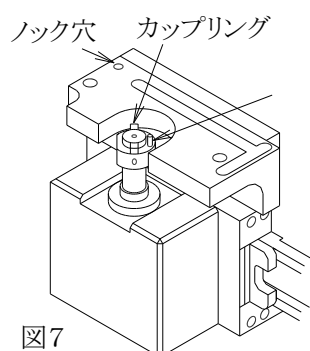

図7
- カッターブロックを取り付けます。カップリングの凹凸、ピン、ノックピンとノック穴を正確に合せ取り付け、図2のAのネジを締めて下さい。（図7参照）